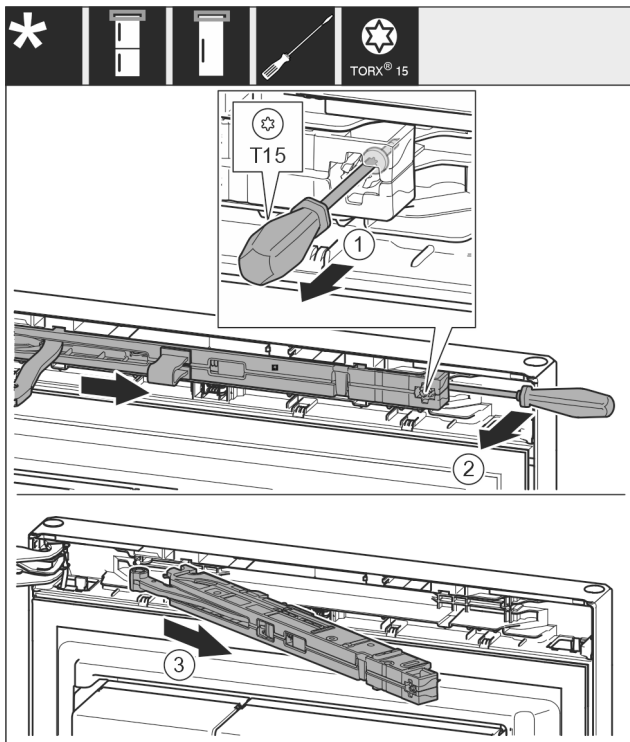

Fig. 11
- ▶ Przy pomocy śrubokręta T15 odkręcić śrubę na amortyzatorze zamykania drzwi ok. 14 mm. Fig. 11 (1)
- ▶ Od strony uchwyty, za amortyzator zamykania drzwi wsunąć śrubokręt i obrócić jednostkę do przodu. Fig. 11 (2)
- ▶ Wyjąć amortyzator zamykania drzwi. Fig. 11 (3)